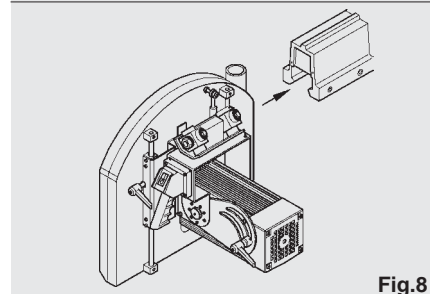

Fig.8
- Introducir el botón de sujeción (13) en su alojamiento tal como aparece en la fig. 8.